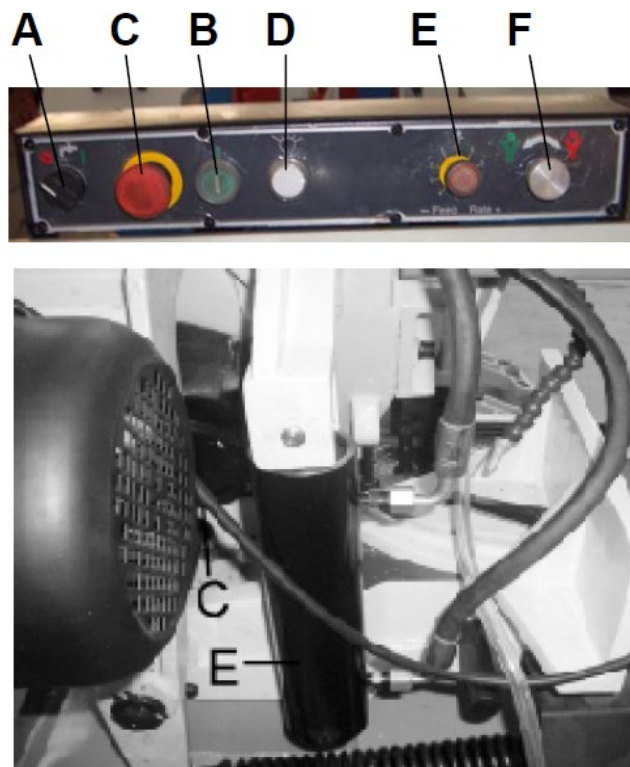

Рис. 3
5. Регулировка скорости подачи во время резания: повернуть переключатель скорости (Е) по часовой стрелке, чтобы увеличить скорость подачи, против часовой стрелки – чтобы снизить скорость подачи. После регулировки положения переключателя скорости (Е) при помощи переключателя управления (F) включить пыльную раму.
6. Станок оснащен концевым выключателем, который отключает двигатель по завершении обработки. Управление концевым выключателем (D) осуществляется рычагом (С), который при контакте с верхней поверхностью гидравлического цилиндра (Е) отключает двигатель и насос подачи СОЖ (рис. 3).